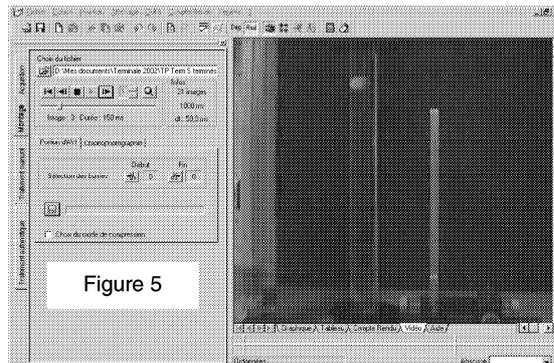

Figure 5
- Choisir l'onglet **Montage** à gauche (Figure 1). Vous atteignez l'écran de la Figure 5.